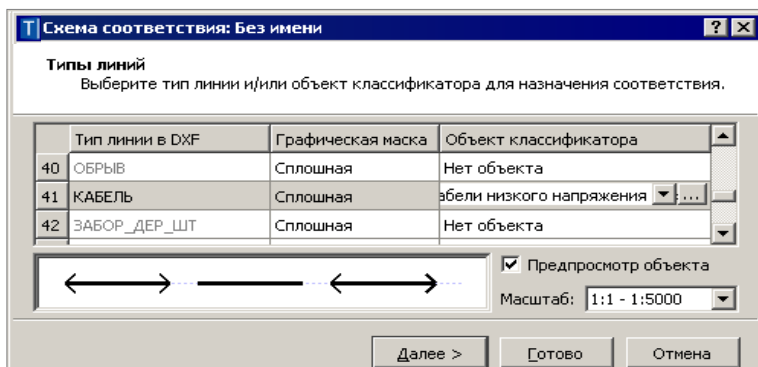

Рис. 4.12
- для типов линий – в виде типа линии графической маски и/или линейного объекта классификатора (рис. 4.12);